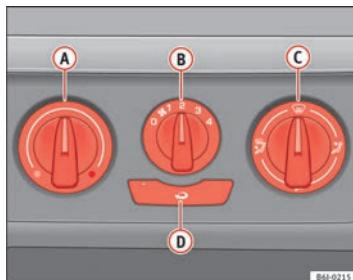

Fig. 92 Mando de la calefacción en el tablero de instrumentos
- Gire el regulador de temperatura ⇒ fig. 92 **A** hacia la izquierda.
- Gire el regulador de la temperatura ⇒ fig. 92 **A** hacia la derecha hasta alcanzar el grado de calefacción deseado.
- Gire el regulador de la temperatura ⇒ fig. 92 **A** hacia la derecha hasta el nivel máximo de calefacción.
- Gire el regulador de temperatura **⇒ fig. 92 A** hacia la zona de calefacción.
- Cierre los difusores **③**.
- Abra y oriente los difusores **④** hacia las ventanas laterales.